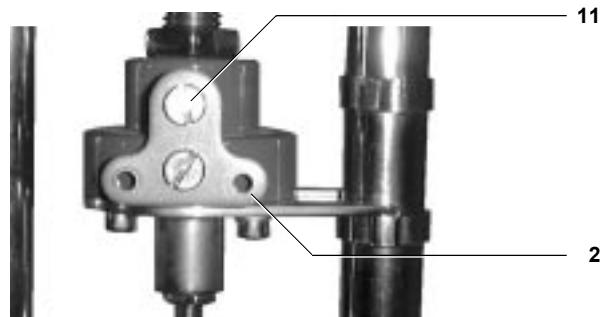

Рис. 21
- 5.1.8** Установите скобу (2) на шток клапана / привода, используя два винта M6 (11) (Рис. 21). Затяните усилием 4 - 5 Нм. При нахождении штока клапана с среднем положении рычаг обратной связи должен располагаться горизонтально. Для достижения этого скоба (2) может монтироваться в любом положении.